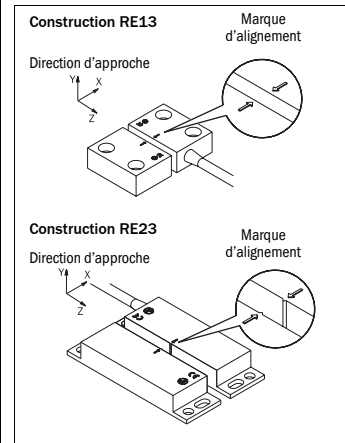

Fig. 5: Alignement du transpondeur et de l'actionneur
- Respecter les différentes positions de fonctionnement possibles, cf. Fig. 5.